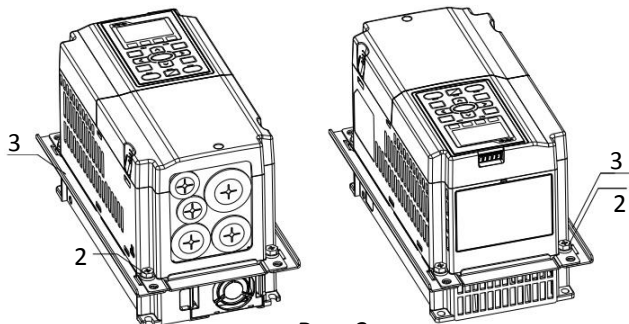

Рис. 3
3. Установите детали 3 при помощи 2 винтов 2 (M6) (рис. 3). Момент: 25-30 кг-см / [21.7-26 Ф-дм] / [2.5-2.9 Нм]
3. Монтаж на панель, установите 4 винта 1 (M6) через детали 2 и 3 и панель, затем затяните их. Момент: 25-30 кг-см / [21.7-26 Ф-дм] / [2.5-2.9 Нм] (рис. 3)